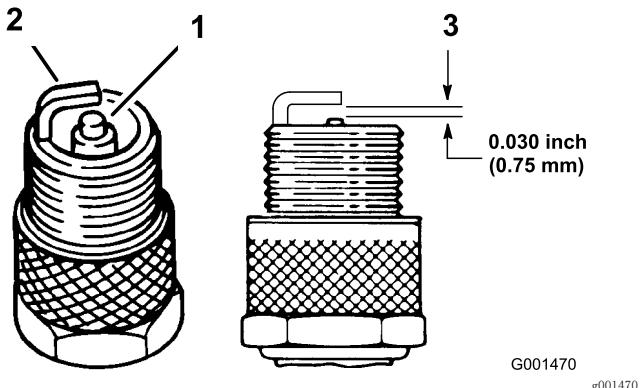

图24
- 查看火花塞的中心（图24）。如果您看到绝缘体上有浅棕色或浅灰色涂层，说明发动机运行正常。如果绝缘体上的涂层是黑色的，通常意味着空气滤清器已变脏。
2. 检查中心电极与侧电极之间的空隙（图24）。如果空隙不正确，请弯转侧电极（图24）。
3. 将电线连接到火花塞上（图24）。